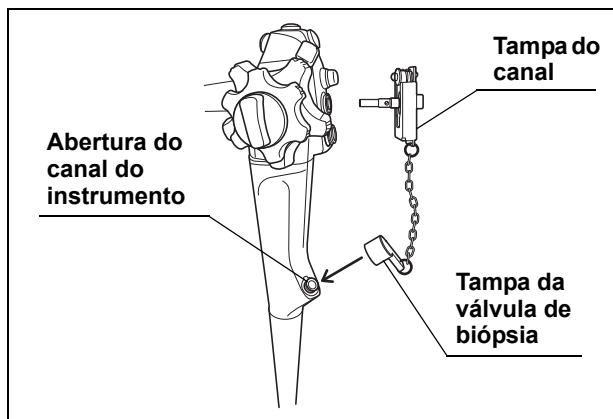

Figura 5.33
3. Acople a tampa do canal (MH-944) e a cânula de injeção (MH-946) ao endoscópio e mergulhe-os na solução desinfetante. (Ver a figura 5.33, 5.34 e 5.35)